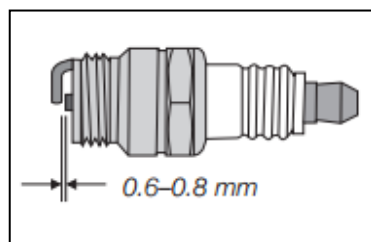

Рисунок 37
3. Проверьте межэлектродный зазор пластинчатым щупом и при необходимости отрегулируйте зазор до 0,76 мм (см. рис.37).